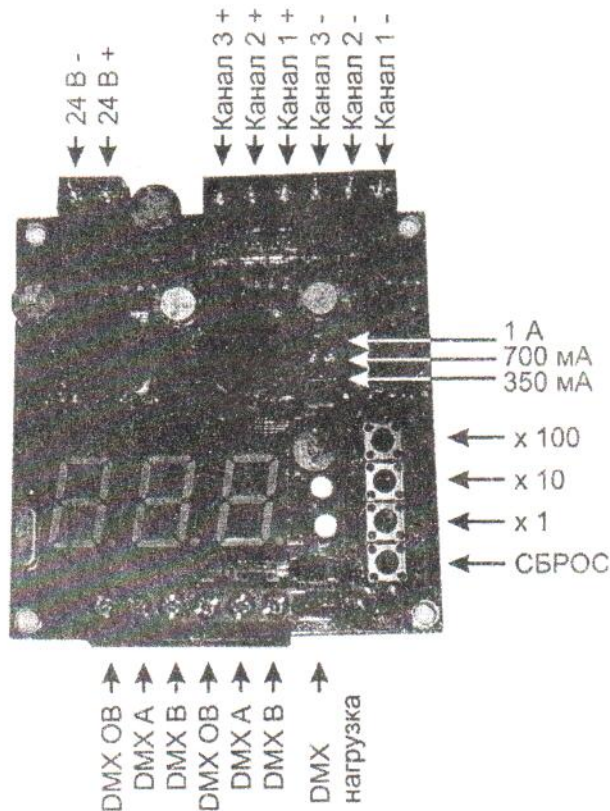

Рис.1 Общий вид устройства
Общий вид устройства показан на рис.1.
Данное устройство является трехканальным. С помощью переключателей “350мА”, “700мА”, “1А” (Рис. 1) устанавливается максимальное значение тока отдельно для каждого канала. Контроллер DMX позволяет регулировать ток в канале от нуля до максимального значения, что в свою очередь делает возможным устанавливать яркость светодиодных модулей независимо для каждого канала.
1. Установить переключатели на одно из значений “350мА”, “700мА”, “1А” (Рис. 1), учитывая допустимый ток светодиодных модулей.
2. Подключить светодиодные модули к каналам, соблюдая правильную полярность согласно Рис. 1.
4. Подать напряжение питания на выходы “24В -”, “24В +”, соблюдая правильную полярность согласно Рис.1.